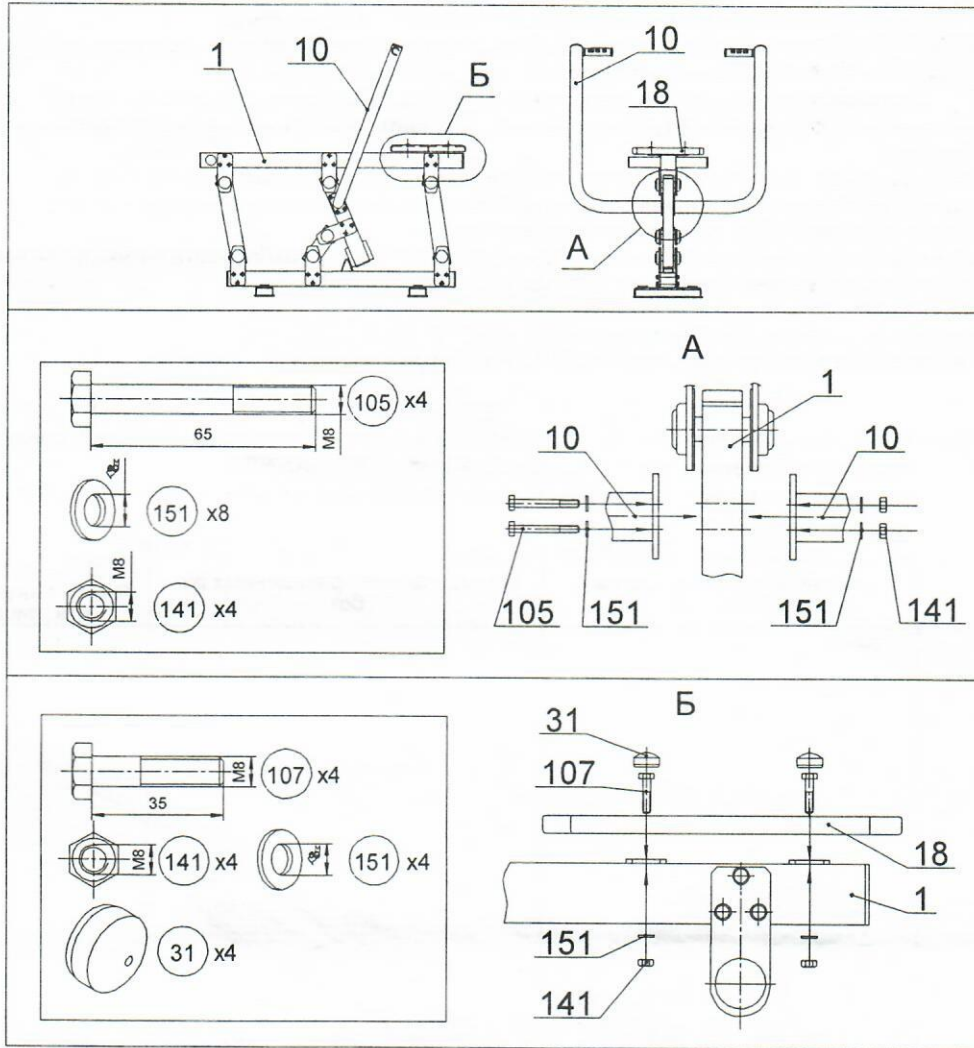

Рис.4
10.3.3 Произвести сборку тренажера (рис.4...6):